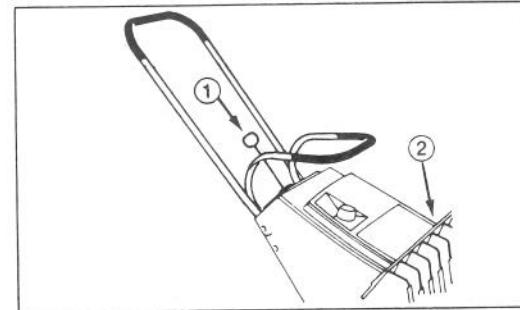

Fig. 5
1. **Réglage des ailettes** (Fig. 5)—Gardez les ailettes à la verticale pour obtenir la meilleure projection de la neige. Cependant, vous pouvez projeter la neige vers la droite ou la gauche en tournant simplement la commande des ailettes. Placez les ailettes à verticale quand vous entreposez la machine.